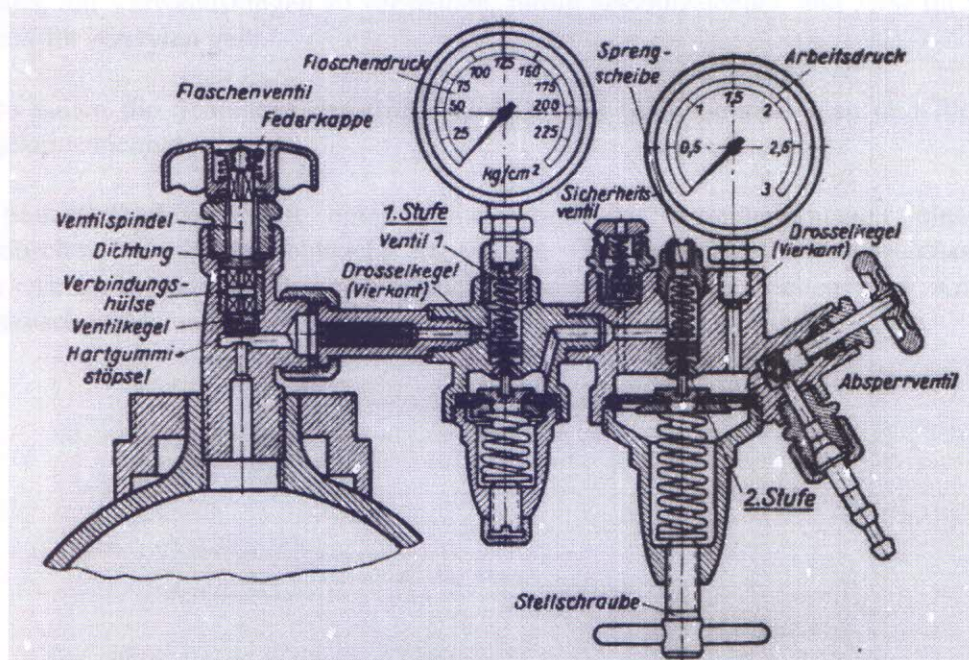

Bild 49
b) Die Ventile Flaschenventil (siehe Bild 49)
Der Druckminderer soll den hohen Flaschendruck (bis 150 atü) auf den sehr viel niederen Brennerdruck (0,3 bis 2,3 atü) bringen. Die Druckminderer für die Sauerstoffflaschen arbeiten zweistufig (siehe Bild 49 und 50).